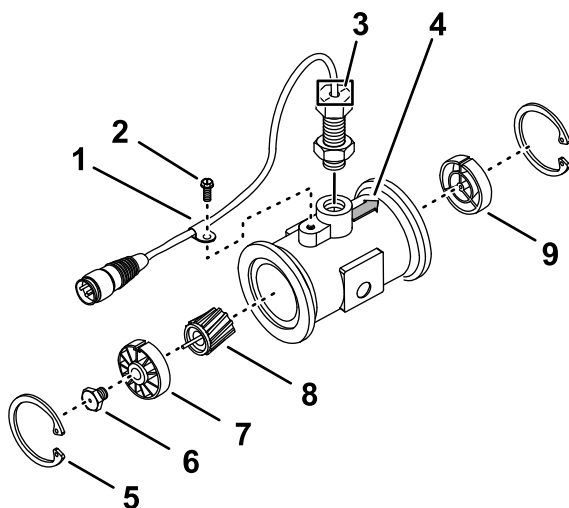

Figura 206
3. Retire o anel de retenção do lado superior (Figura 206).
7. Encaixe o sensor até que ele encoste levemente na parte inferior do encaixe e, em seguida, recue o sensor até as marcas de alinhamento ficarem paralelas à seta de indicação do sentido de fluxo no corpo flangeado (Figura 206).